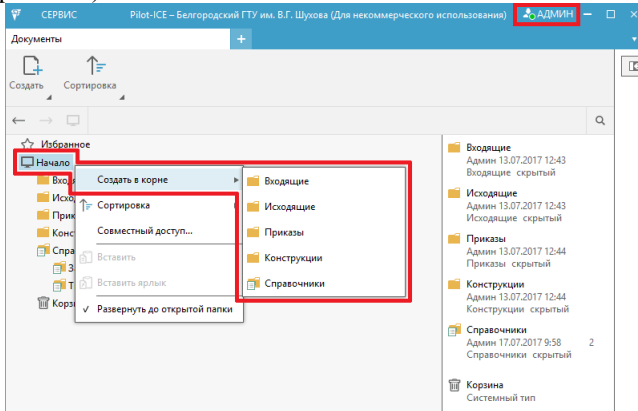

Рис. 122
5. Откроем Pilot-Ice под учетной записью "Администратора" [Табл. 2, с. 5] и создадим в корне области навигации папки основных типов системы. Имена папок можно назначить идентичными названиям типов (рис. 122).